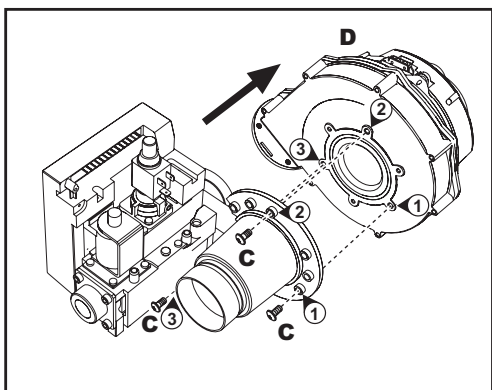

рис. 32 - Модель ENERGY TOP W 125
- Открутите винты "C" и отсоедините вентилятор "D" (рис. 32 - только на модели ENERGY TOP W 125)